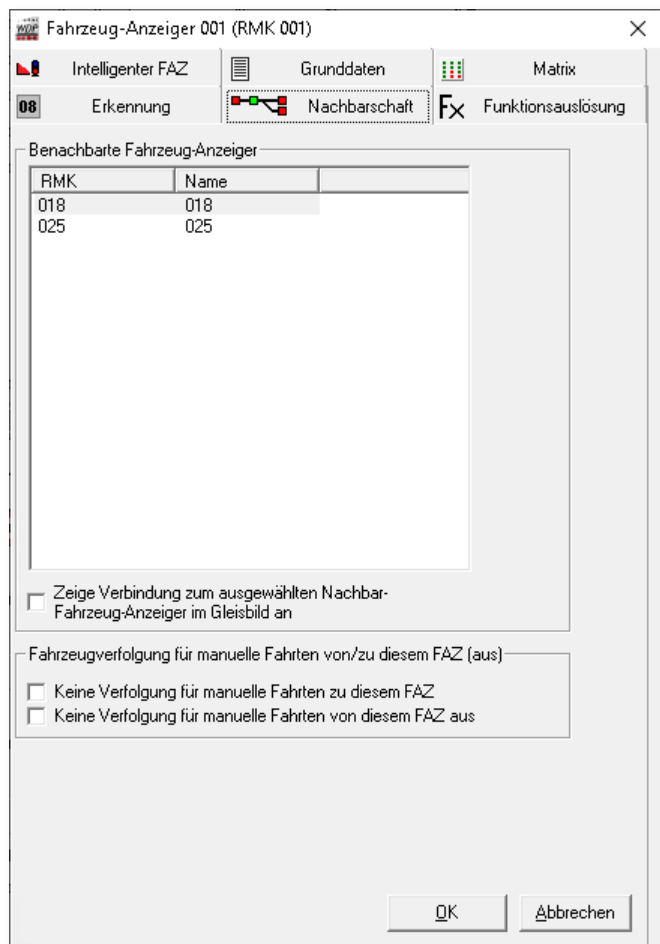

Abb. 6.22 Eigenschaften FAZ, die Registerkarte „Nachbarschaft“
Das Beispiel in der Abb. 6.22 zeigt für den FAZ 001 zwei benachbarte Fahrzeug-Anzeiger an (018 und 025). Hierbei handelt es sich um die Fahrzeug-Anzeiger „Ausfahrt SBhf (018)“ und „Einfahrt SBhf (025)“.